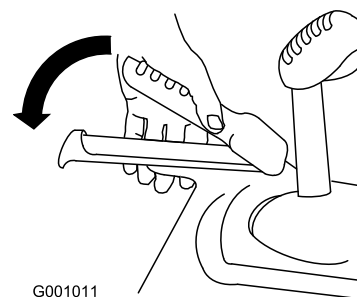

Рисунок 32
1. Для включения привода тяги прижмите левый рычаг (тяги) к рукоятке (Рисунок 32).